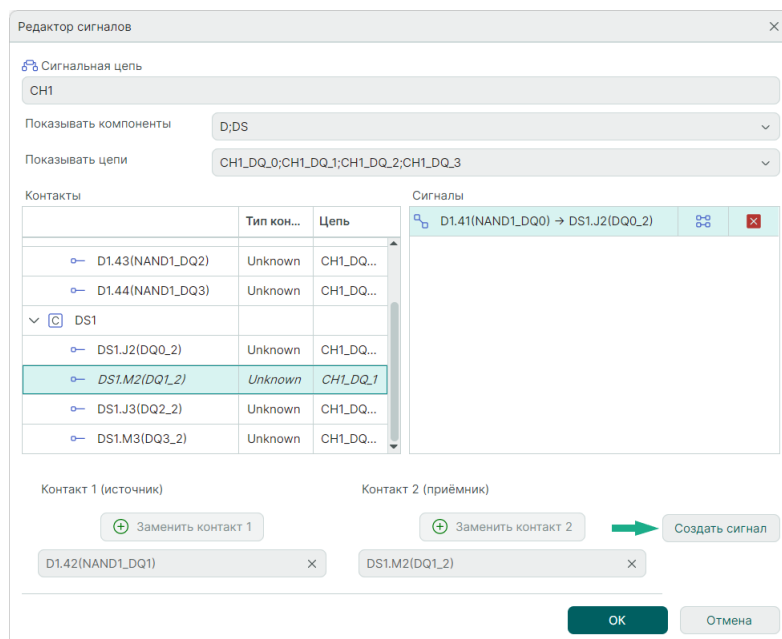

Рис. 361 Создание сигнала в окне редактора
- В окне «Редактор сигналов» для контактов, входящих в отобранные цепи, определите источник и приемник сигнала. По завершении нажмите кнопку «Создать сигнал», см. Рис. 361.